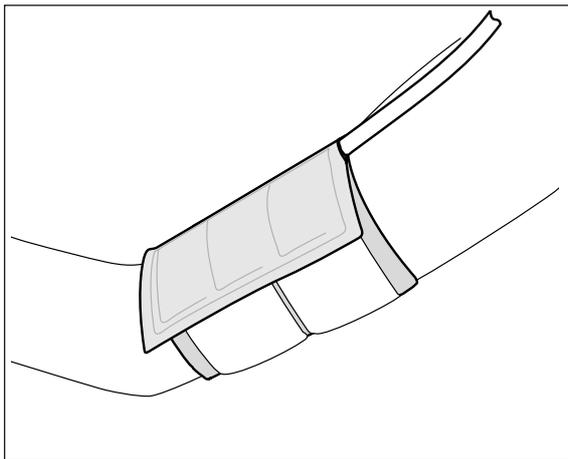

Рис. 4-1 Застосування манжети
- трубки манжети спрямовані вгору в бік плеча (Рис. 4-1);